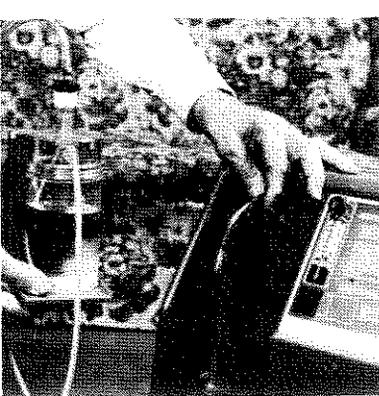

Abb. 5: Entfernung des O₂-Ständers mit Anfeuchter
5. Der Ständer des O₂-Anfeuchters kann mittels des Klettverschlusses vom Gerät abgenommen werden. Um Kondenswasserbildung im Schlauch zu vermeiden, können Sie den 10 m Schlauch und dann erst den Anfeuchter anschließen. Dies gibt Ihnen eine größere Bewegungsfreiheit in Ihrer Wohnung, da der Anfeuchter bis zu 10 m vom Gerät entfernt aufgestellt werden kann (Abb. 5). Zum Schluß überprüfen Sie noch einmal alle Verbindungen.